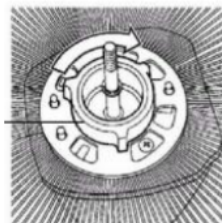

FIG.2
Asegura las aspas con la tuerca de las aspas (2) girándola en el sentido contrario al reloj para ajustar (Fig. 2).